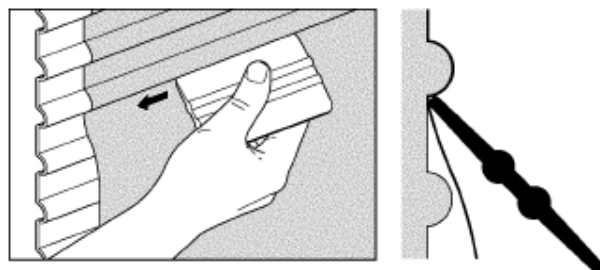

Рис. 15. Наклеивание нижнего желобка
6. Кромкой ракеля прижать пленку к нижнему желобку гофра. См. Рис. 15.